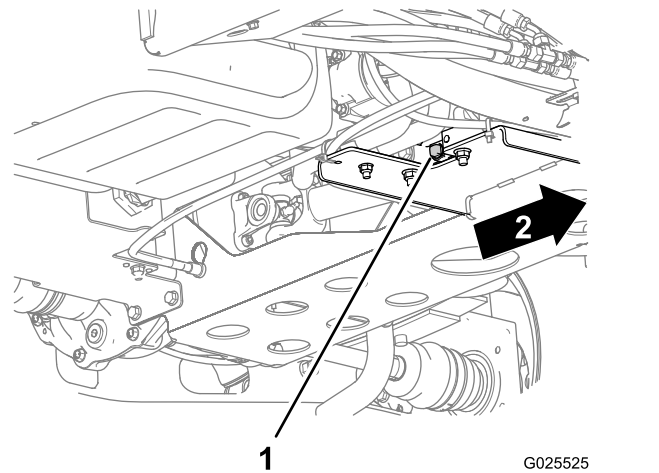

Bild 44
2. Stellen Sie eine große Auffangwanne unter die Ölablassschraube (Bild 44).
3. Entfernen Sie die Ablassschraube und lassen Sie das Öl in die Auffangwanne ab (Bild 44).